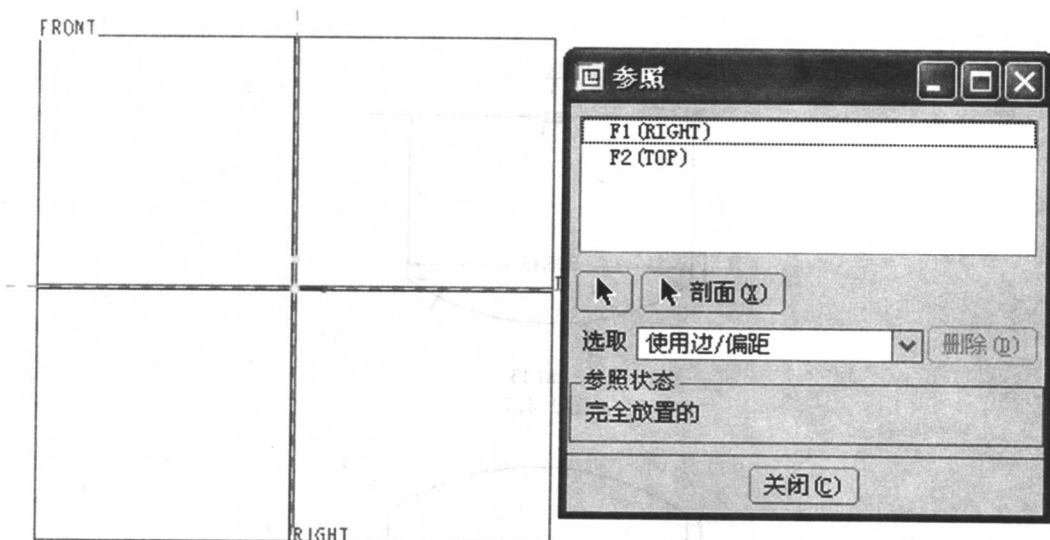

图 1.1.5
Step2:单击“草绘”, 系统将会进入草绘环境, 如图 1.1.5 所示。可以看到“参照”对话框打开, 在对话框中, 两个已有的 TOP 和 RIGHT 基准自动成为 2D 草绘的水平和垂直参照, 这是草绘剖面的最低参照要求, 因此参照状态是完全放置的。将其对话框关闭, 开始草绘剖面。